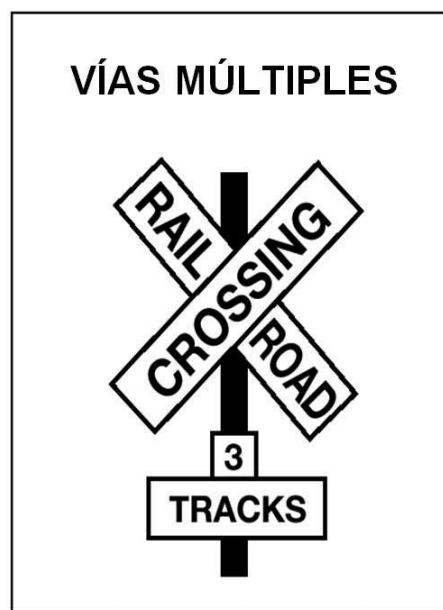

Figura 10.7
**Señales de cruce de ferrocarril.** Esta señal indica un cruce pasivo y exige al conductor ceder el paso al tren. Si no hay línea blanca pintada en el pavimento, el conductor debe detener el autobús antes de la señal de cruce de ferrocarril. Cuando la carretera cruce sobre más de un juego de vías, un letrero debajo de la señal en forma de cruz indicará el número de vías. Ver la figura 10.7.